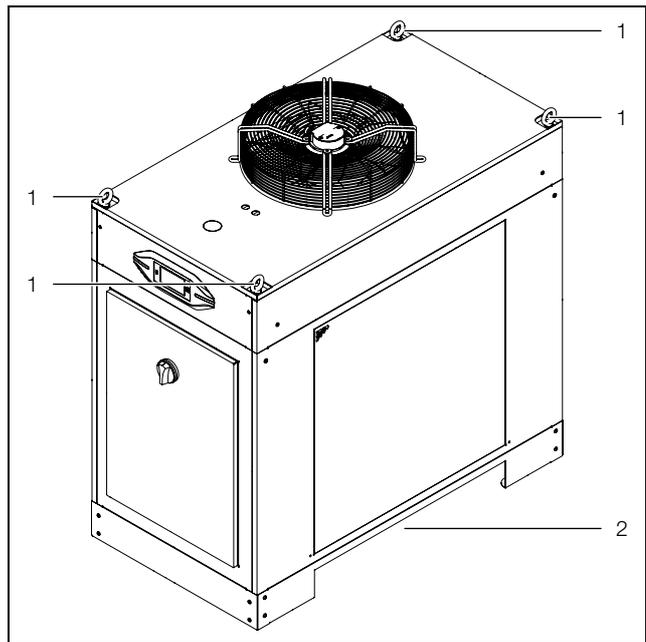

Imagen 18: Transporte (la imagen muestra, a modo de ejemplo, la ejecución SK 333640x)
- mediante los cáncamos de transporte con la ayuda de un elevador (imagen 18, pos. 1) o
- con la ayuda de una carretilla elevadora, introduciéndola por la parte inferior y levantando lateralmente (imagen 18, pos. 2).
#### Leyenda imagen 18